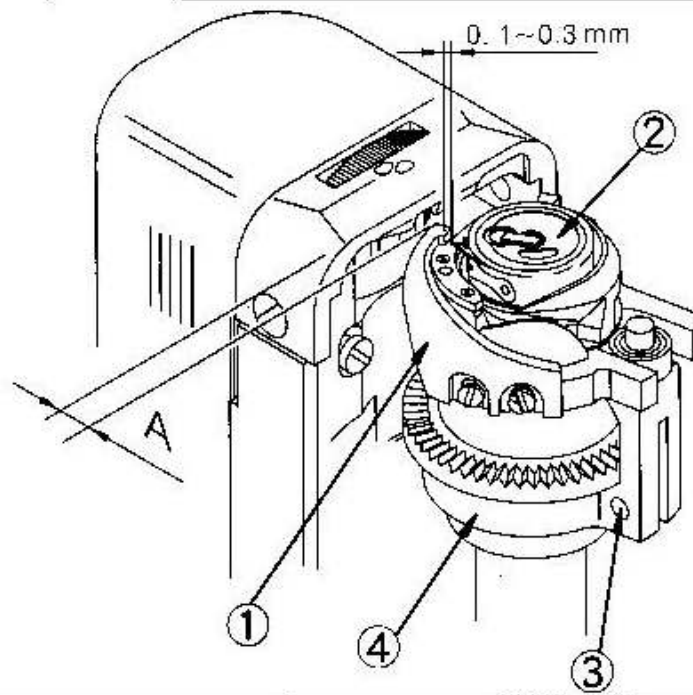

图30/Fig. 30
Поверните маховик, пока крышка челнока не примет положение А, ослабьте винт (3) и поверните корпус (4) пока расстояние между кончиком и выступом шпульного колпачка не будет 0,1-0,3 мм. (Рис. 30).